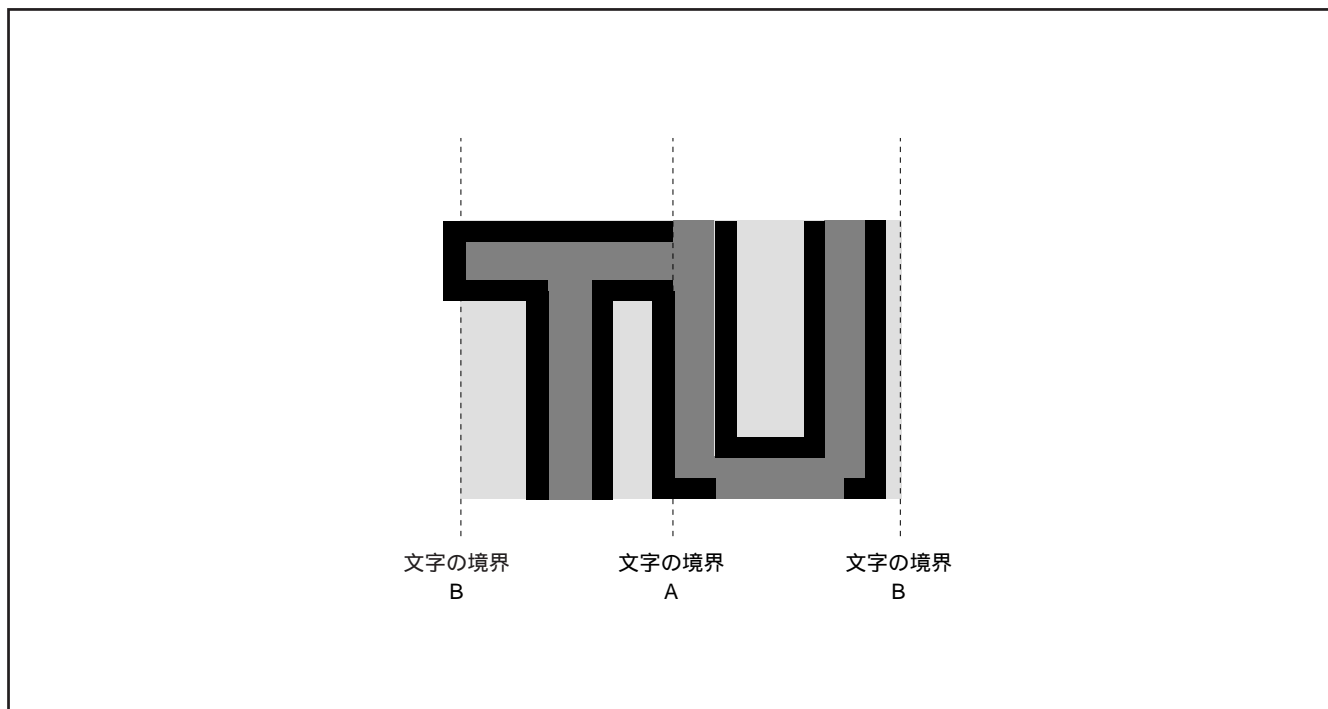

図 8.11.22 フチドリの優先順位
- 2. フチドリドットと、隣接する文字のキャラクタフォントが重なった場合、キャラクタフォントが優先されます(図8.11.22のA参照) また、フチドリドットと、隣接する文字背景部が重なった場合、フチドリが優先されます(図8.11.22のB参照)。
- 3. キャラクタフォントの文字領域をはみ出した上下方向のフチドリは表示されません(図8.11.22参照)。